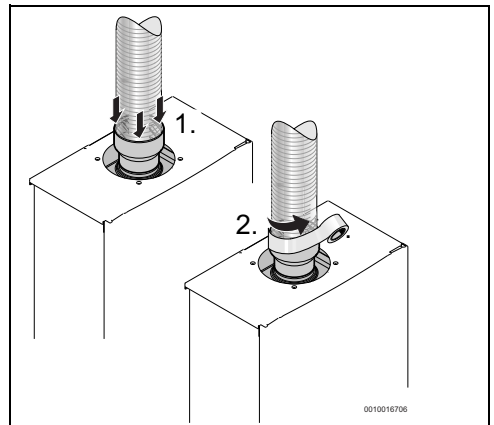

Fig. 23
- ser isolada com material adequado (Fig. 23)